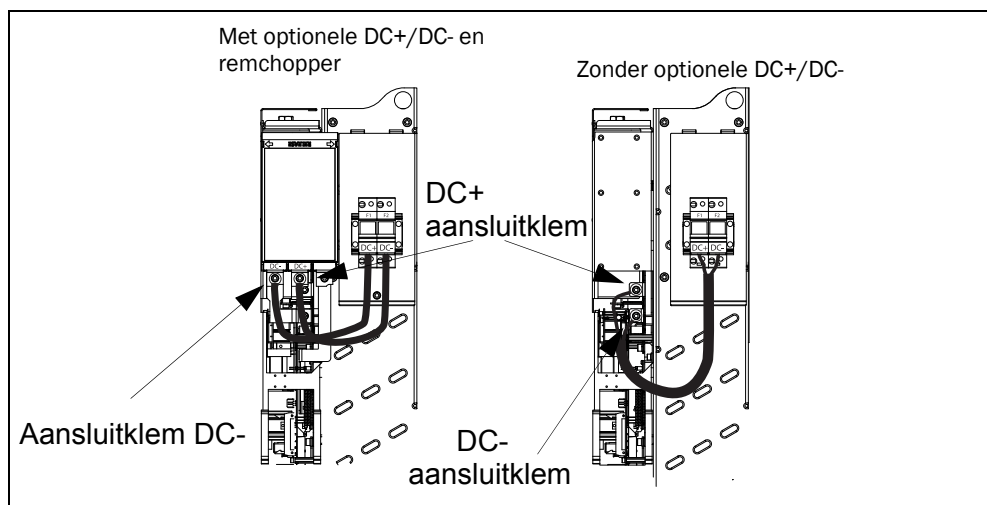

Fig. 10 Aansluiting van kabel voor DC-zekeringen op bouwvorm G en hoger
- Sluit de (meegeleverde) kabels aan tussen de DC-zekeringenhouders en de aansluitklemmen DC+/DC-, zie Fig. 10.